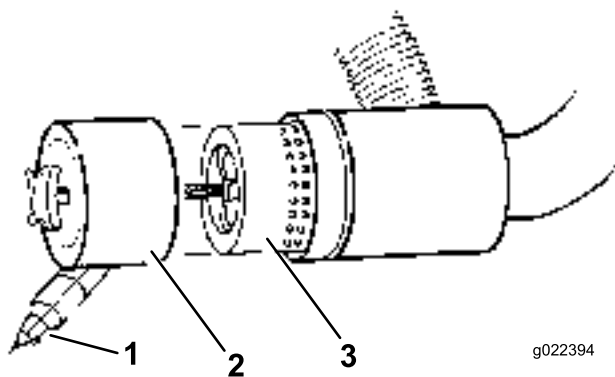

Figura 58
4. Retire y cambie el filtro (Figura 58).